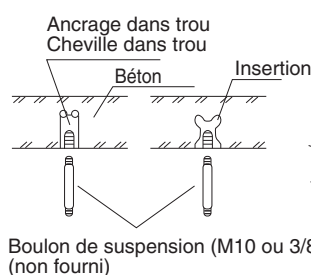
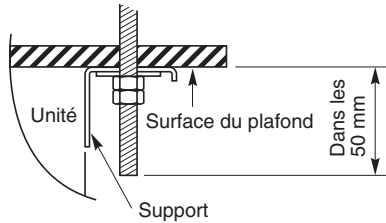

Fig. 3-11
Fig. 3-13
- (3) Percer les trous aux 4 points indiqués sur le schéma grandeur naturelle.
(4) Selon le type de plafond :
- Insérer des boulons de suspension (Fig. 3-11).
- (5) Visser les boulons de suspension, en les laissant dépasser du plafond de la manière indiquée (Figs. 3-11 et 3-12). La partie exposée de chaque boulon doit être de longueur égale et d'environ 50 mm. (Fig. 3-13)